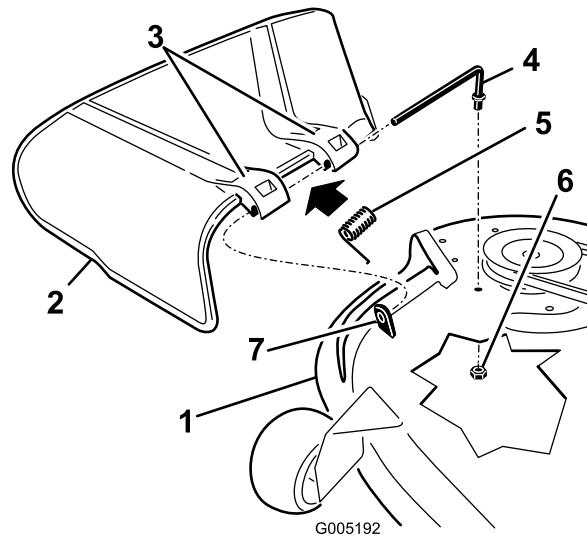

Figura 72
- Remova a porca (3/8 pol.) da barra debaixo do cortador (Figura 72).
- Deslize a barra para fora da parte saliente curta, da mola e do defletor de relva (Figura 72).
- Substitua o defletor de relva (Figura 72).
- Faça deslizar a barra pelo segundo suporte do defletor de relva (Figura 72).
- Fixe a extremidade traseira da barra ao cortador com uma porca (3/8 pol.), como se mostra na Figura 72.